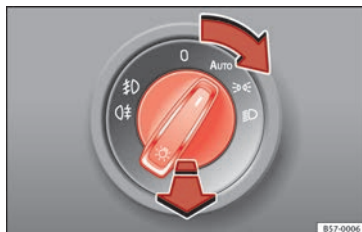

Abb. 38 Instrumententafel: Bedienelement Licht
- Lichtschalter in die gewünschte Position drehen » **Abb. 38**.